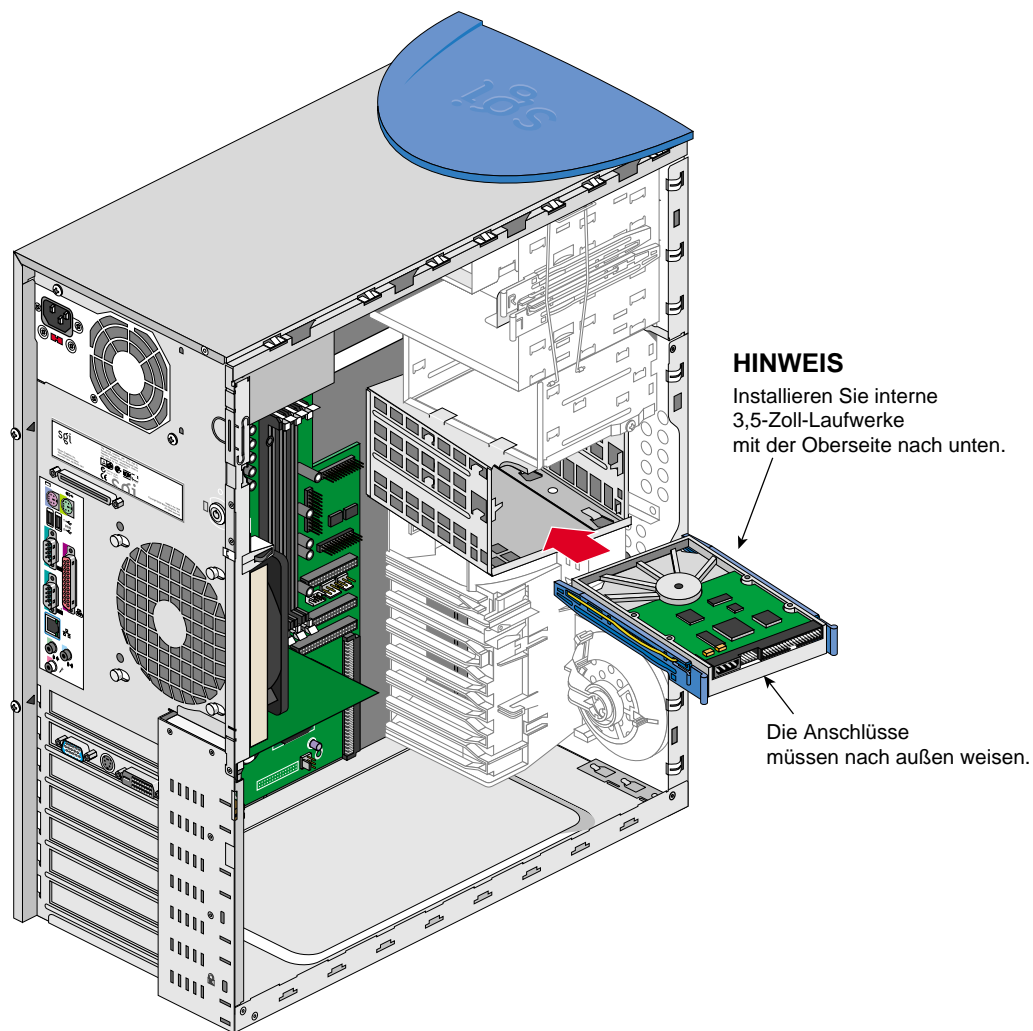

Abbildung 2-9 Einbauen eines Laufwerks in den internen Laufwerkeinbaurahmen
5. Wenn Sie ein 3,5-Zoll-Laufwerk in den internen Laufwerkeinbaurahmen einbauen wollen, setzen Sie das Laufwerk mit der Oberseite nach unten in den ausgewählten Laufwerkschacht ein, und schieben das Laufwerk in den Schacht bis die Schienen einrasten. Abbildung 2-9 zeigt, wie Sie das Laufwerk richtig einbauen.